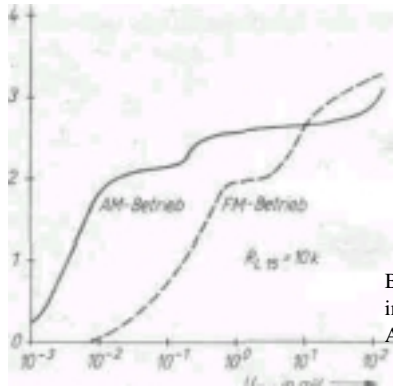

Bild 2.4 Feldstärke-indikatorspannung im AM- und FM-Betrieb
Im Verstärker für die Feldstärkeanzeige werden die Regelspannungen des HF-Teils und des ZF-Teils addiert und niederohmig am Anschluß (15) (Maximalstrom — 1,5mA) ausgekoppelt (Bild 2.4).